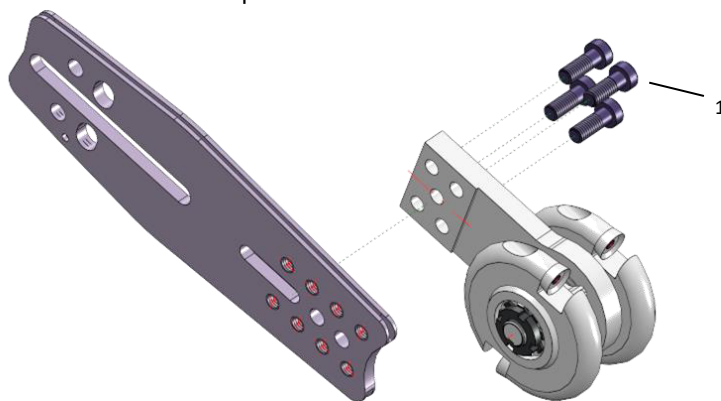

Fig. 1. Montaje de la fresadora de madera ETH-C-Mini
- Montar la fresadora para madera con los 4 tornillos de cabeza plana (1- Fig 1). Para la mayoría de las motosierras, la posición de los dos agujeros centrales es la correcta. Si al tensar la cadena ésta queda demasiado corta o demasiado larga, utilizar una de las otras posiciones.